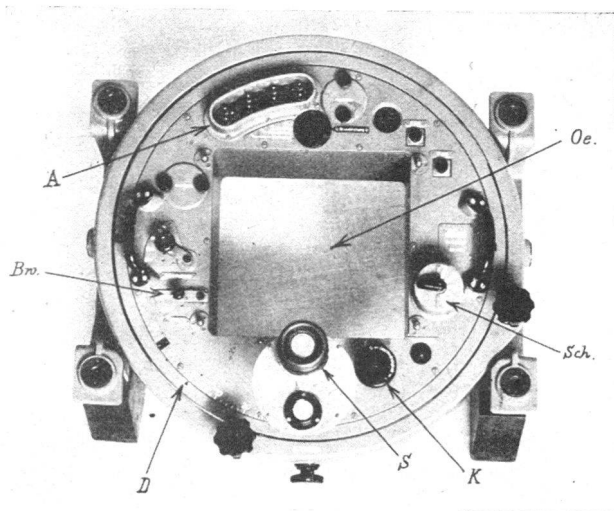

Abb. 3
Der *Kamerakörper* (Abb. 3) ist ein geschlossenes zylindrisches Gehäuse mit durchgehender quadratischer Öffnung in der Mitte, zur Aufnahme des einen oder andern Kamerastutzens. Er enthält das Sucherfernrohr mit den Wanderlinien (S), einen Motor mit Regulierwiderstand, welcher die Wanderlinien in Bewegung setzt, den Ueberdeckungsregler, einen Motor für die Kamera-Verschlußbetätigung und deren Filmtransport; vier Anschlußstecker (für zwei 24 Volt-Batterien, für die Signallampe des Piloten und für das Registrierstatoskop), den Bedienungsschalter, eine Signallampe und ein Aufnahmen-Zählwerk. Durch Drehen des Schalters aus der Nullstellung auf die erste Stufe nach der Seite «Reihen» wird der auf die Wanderlinien wirkende Motor in Bewegung gesetzt. Mit dem grossen Knopf rechts neben dem Sucherfernrohr wird die Geschwindigkeit der Wanderlinien eingestellt. Diese müssen sich gleich schnell bewegen wie das Bild des überflogenen Geländes. Dadurch wird die Winkelgeschwindigkeit des Flugzeuges gegenüber dem Gelände in die Kamera eingeführt. Das Zeitintervall zwischen zwei Aufnahmen hängt ab von dieser Winkelgeschwindigkeit und von der vorgesehenen *Ueberdeckung* aufeinanderfolgender Bilder.
in Abb. 3) können auch Einzelaufnahmen gemacht werden, indem man den Schalter für die Dauer von etwa zwei Sekunden auf «Einzel» stellt und dann auf «Ein» zurückgehen lässt.
Da die Zeitintervalle zwischen zwei Aufnahmen bei gleicher Ueberdeckung für die beiden Brennweiten verschieden sind, ist eine Umschaltung notwendig. Der entsprechende Hebel, hat zwei Rasten; eine für $f = 12$, die andere für $f = 21$ cm (siehe BW auf Abb. 3).